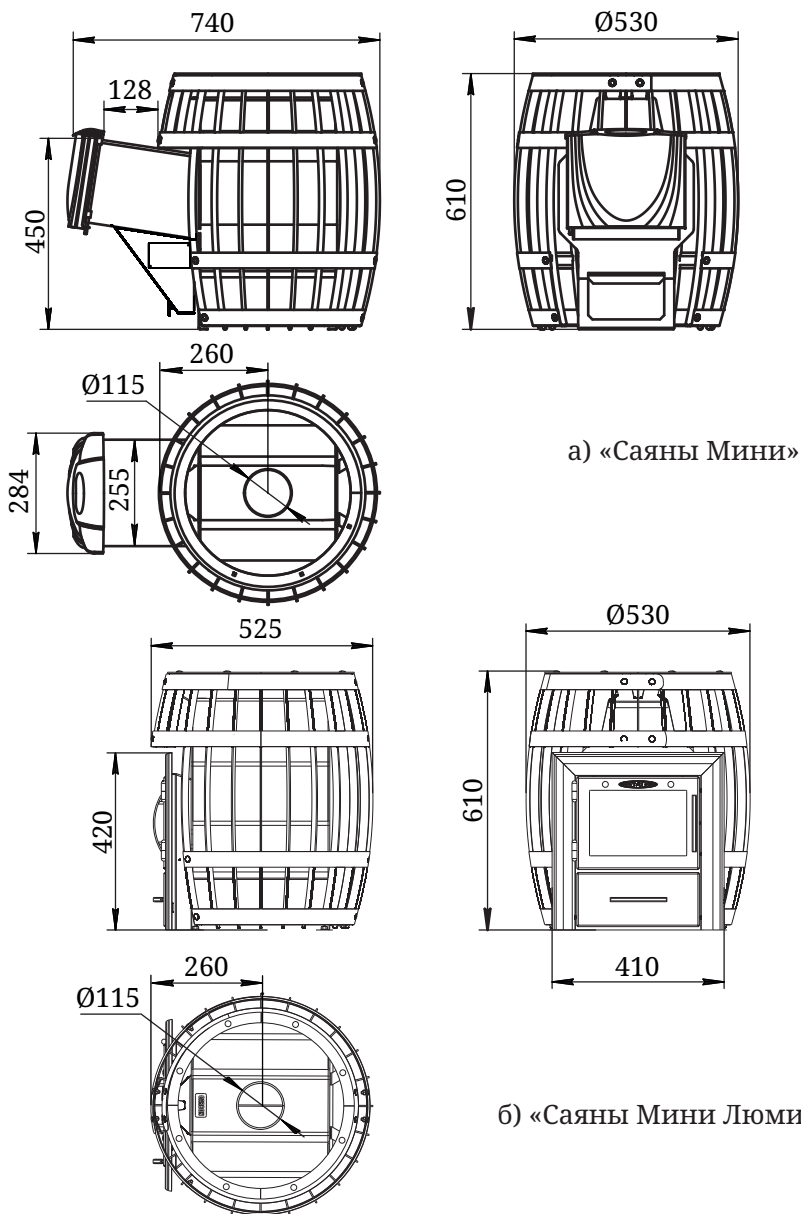

Рисунок 1. Габаритно-монтажные размеры печи «Саяны Мини»
** - печь со стандартным топливным каналом см. рисунок 1